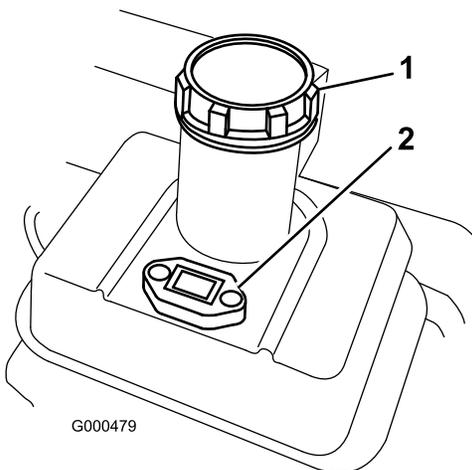

図 21
1. 燃料キャップ (図 21) の周囲をきれいに拭いてキャップ外す。無鉛ガソリンをフィルタ・スクリーンの下まで給油する。入れすぎないこと。